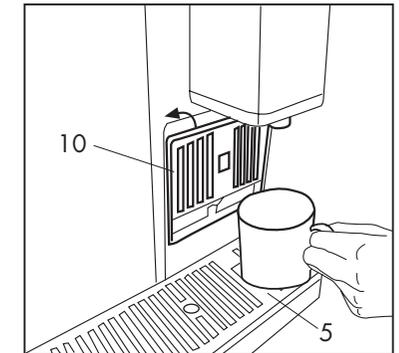

Abb. 5
• Stellen Sie sicher dass keine Kapsel eingesetzt wurde und schalten Sie das Gerät über den Hauptschalter (2) ein.
• Schließen Sie die Halterung (10) für die kleine Tasse und stellen Sie eine große Tasse direkt auf das Gitter (5) (Abb. 5)